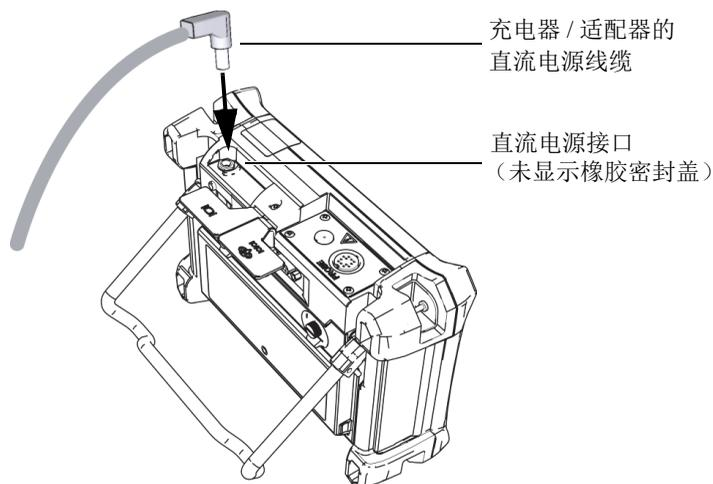

图 1-9 连接直流电源线
3. 将充电器 / 适配器的直流电输出电源线连接到 NORTEC 600 仪器顶部的直流电源接口（参见第 33 页的图 1-9）。